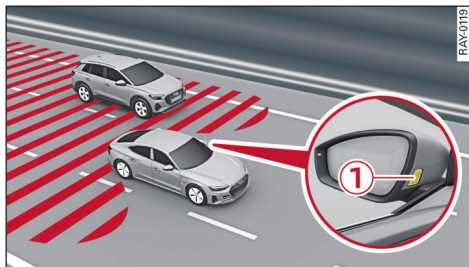

Fig. 136 Situación de conducción e indicación en el retrovisor exterior
- La zona de detección de los sensores ⇒ *fig. 136* es una representación gráfica y no supone una representación a escala fidedigna del alcance de los sensores.
Si se abre una puerta estando el vehículo parado, parpadea la indicación en el retrovisor exterior ① ⇒ pág. 210, fig. 136 del lado correspondiente del vehículo y suena una señal acústica en cuanto se detecta a otra persona usuaria de la vía pública en una situación crítica. Si la puerta ya está abierta y se acerca otra persona usuaria de la vía pública, clasificada como crítica, se encienden los testigos.